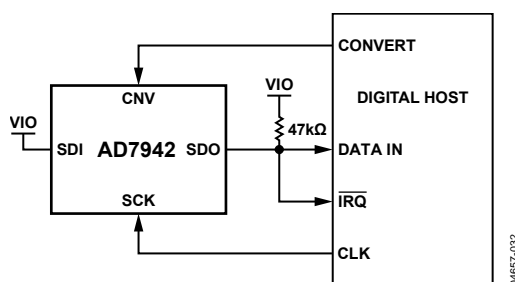
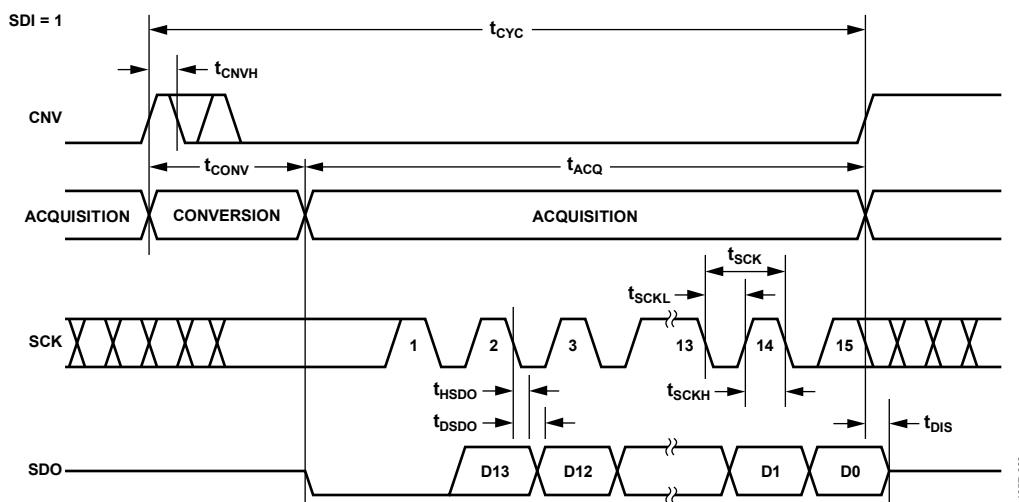
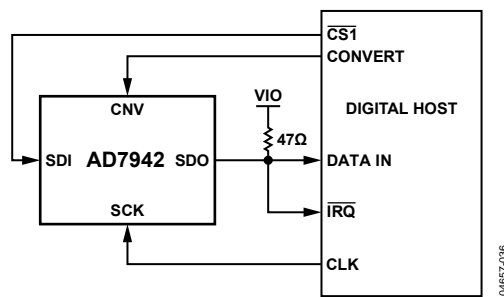
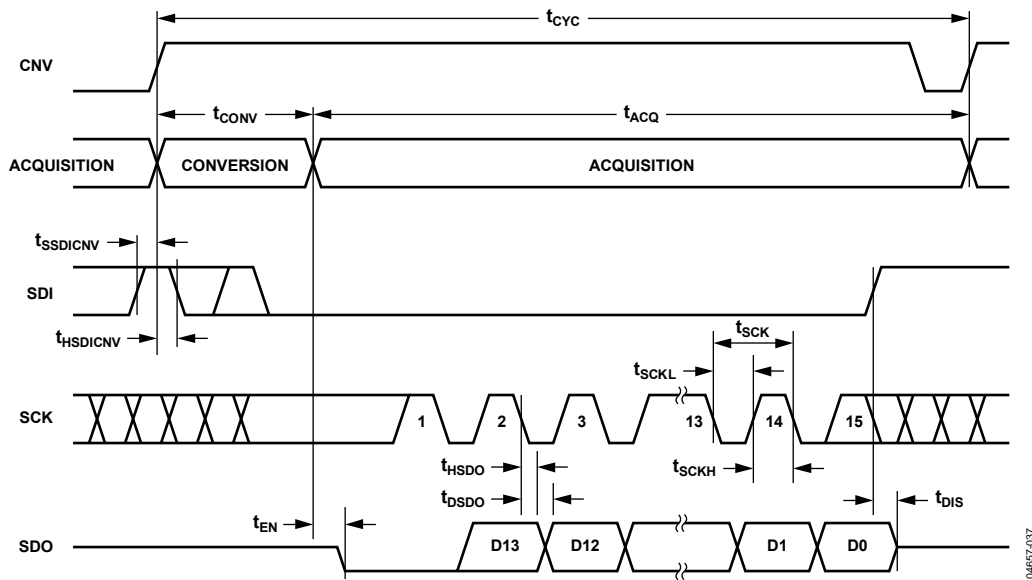

図 32. CS モード 3 線式、ビジー表示ありの接続図(SDIハイ・レベル)
図 33. CS モード 3 線式、ビジー表示ありのシリアル・インターフェース・タイミング(SDIハイ・レベル)
図 36. CS モード 4 線式、ビジー表示ありの接続図
図 37. CS モード 4 線式、ビジー表示ありのシリアル・インターフェース・タイミング
- $\overline{CS}$ モードでは、ADC変換が終了したときCNVまたはSDIがロー・レベルになった場合(図 33と図 37参照)。
このモードは、1 個のAD7942 を割込み入力を持つSPI互換のデジタル・ホストに接続する際に多く使用されます。接続図を図 32に、対応するタイミングを図 33に、それぞれ示します。
このモードは、1 個のAD7942 を割込み入力を持つSPI互換のデジタル・ホストに接続し、かつCNV(アナログ入力をサンプルするために使われます)がデータの読出しを選択する際に使われる信号に依存しないようにするときに多く使われます。この条件は、CNV上のジッタが小さいことが要求されるアプリケーションで特に重要です。接続図を図 36に、対応するタイミングを図 37に、それぞれ示します。